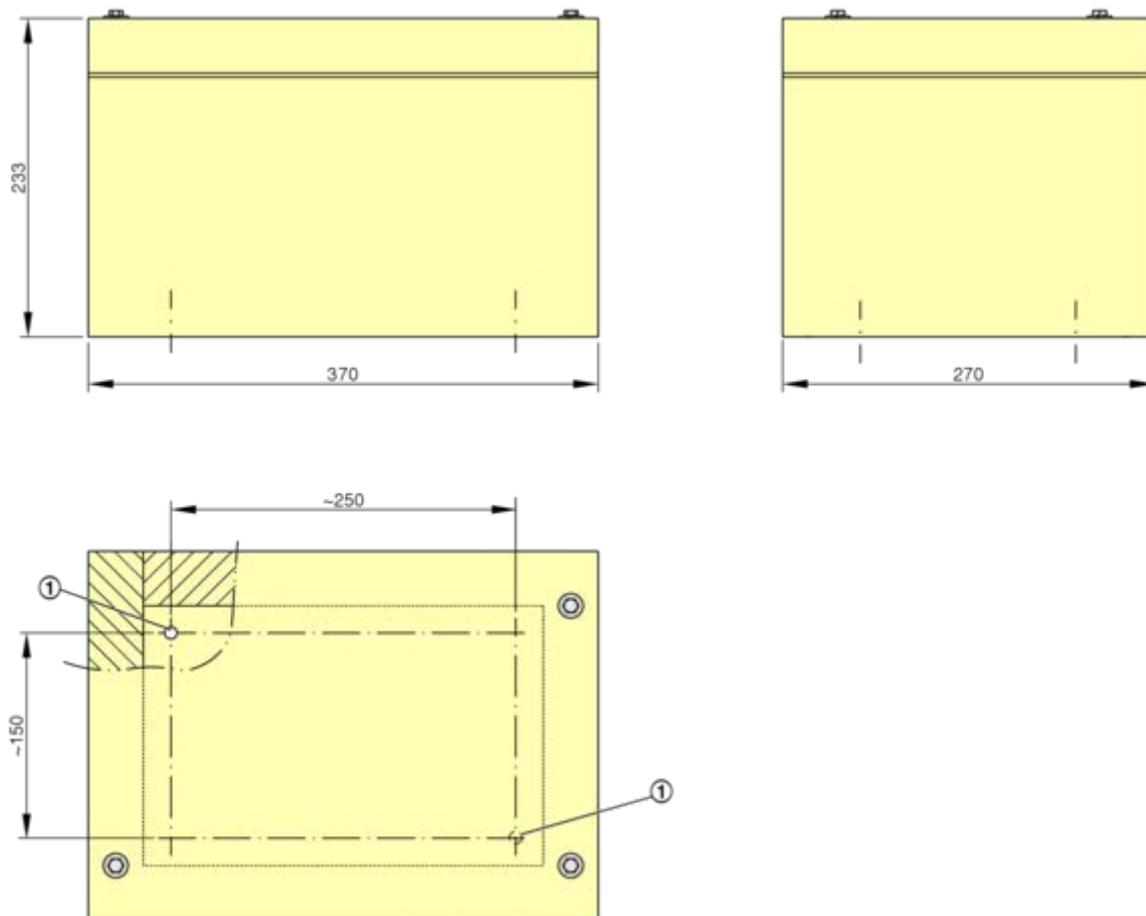

Fig. 4: Corpo externo para o módulo de controlo, sempre necessário para registos com $H=230$ mm, opcional para outros tamanhos
Fazer um furo (Fig. 4 /1) para a fixação no local para encaixar o parafuso corretamente.
* Tamanho B da grelha possível em passos de 10 mm, 1) para o corpo externo do módulo de controlo, ver Fig. 4